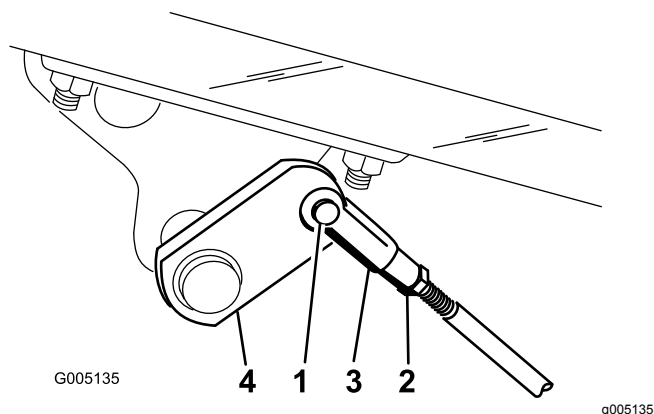

Figura 55
2. Se os travões não bloquearem de forma idêntica, desengate as barras dos travões, retirando o respetivo contrapino e passador de forquilha (Figura 55).
3. Liberte a porca de segurança e efetue o ajuste do passador de forquilha (Figura 55).
4. Monte o passador de forquilha no eixo do travão (Figura 55).